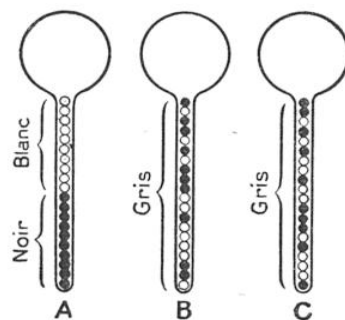

FIG. 7. — CE QUE C'EST QUE L'IRRÉVERSIBILITÉ
casion de rappeler que le principe de Carnot n'a qu'une valeur de moyenne, comme l'a démontré Boltzmann ; en d'autres termes, que les phénomènes s'écoulent dans un sens bien défini, d'une façon irréversible, si le système dont ils sont le siège est suffisamment complexe. Pour bien faire comprendre cette idée fondamentale, nous allons emprunter une comparaison fort suggestive au physicien suisse contemporain Charles-Eugène Guye. Plaçons dans un tube de verre vingt grains, qui ne diffèrent que par la couleur, les dix grains noirs en bas et les dix grains blancs en haut (fig. 7, A) ;
retournons l'appareil et agitions-le, puis replaçons-le dans sa position première ; le tube apparaît comme uniformément gris (fig. 7, B), et il le restera après d'autres agitations (fig. 7, C). Dans le cas de vingt grains, un calcul assez simple montre qu'on a à peu près une chance sur deux cent mille (1) de réobtenir par agitation l'apparence initiale (A). C'est pour une raison analogue que le vin mélangé à l'eau le reste indéfiniment : l'eau rougie est incapable de se « fractionner » d'elle-même en vin et en eau ; naturellement, comme les particules sont infiniment plus nombreuses, la probabilité d'une séparation spontanée est beaucoup plus faible, comparable, par exemple, à la possibilité de retrouver les cinq actes du *Misanthrope* en tirant au hasard les lettres dans un chapeau !